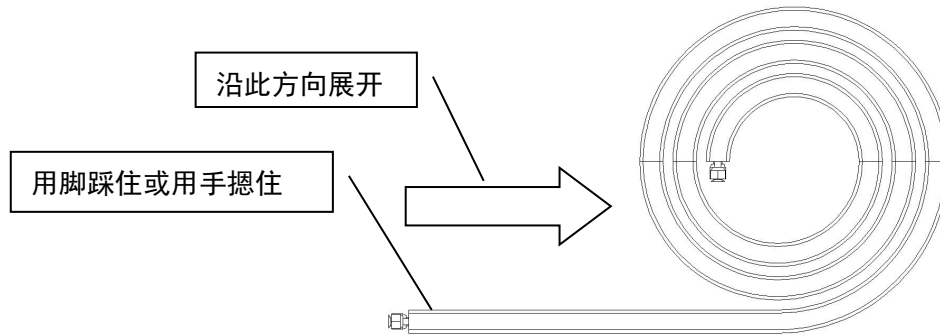

图 2.6.3 铜管展开示意图
5. 应小心装卸连接管道，使管道不致扭曲或损坏。展开时外侧的一头先拉直，然后用脚踩住或用手摁住，其余部分，如图 2.6.3 方向展开。